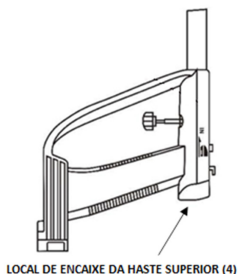

Figura 4: Local a ser conectada a haste superior (4).
F) Em seguida, encaixe a haste superior (4) no buraco localizado, conforme a figura 4 abaixo, no suporte para manuseio (3):